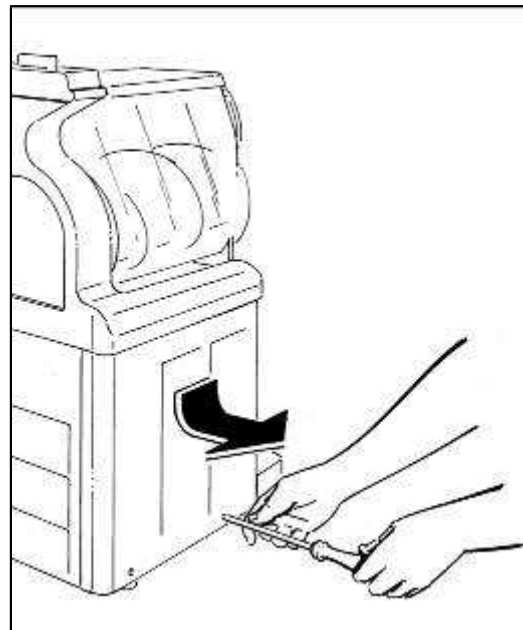

Abb. 42
- GTT2: Lösen Sie die zwei Befestigungsschrauben unten an der linken Geräteseite und nehmen Sie die Verkleidung ab (Abb. 42).